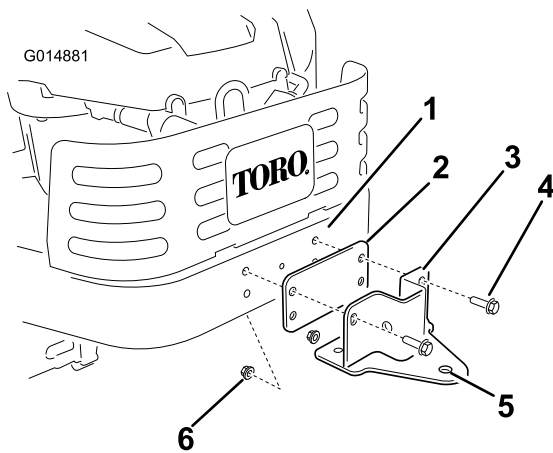

Bild 11
1. Finden Sie die Stützplatte für den Rahmen des Heckfangsystems und die Halterung in den losen Teilen. Befestigen Sie die Platte und die Stützhalterung am Maschinenrahmen, wie in Bild 11 dargestellt. Befestigen Sie die Stützplatte und -halterung mit zwei Schrauben (5/16" x 1") und zwei Sicherungsmuttern (5/16") am Rahmen.